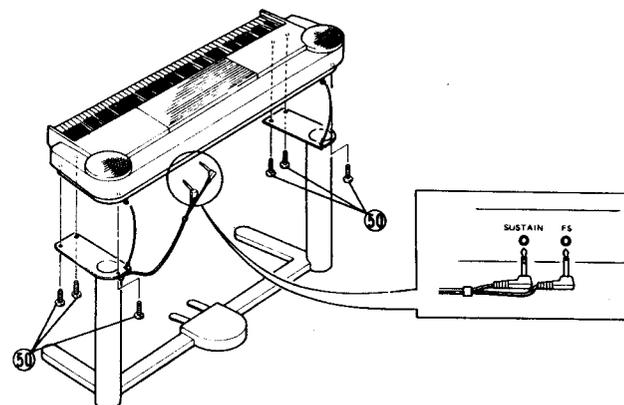

Figure 3/Abb. 3
**3** Placer le support assemblé avec le côté droit en haut de façon à ce que l'ensemble de la base soit sur le fond. Comme le montre la figure 3, faire glisser les vis guidées sur le socle du PF2000 dans les fentes du support. Serrer les vis M6 ⑤①.
Den zusammengebauten Ständer aufrecht stellen, so daß die Grundplattenbaugruppe unten liegt. Wie in Abb. 3 gezeigt, die Führungsschrauben an der Unterseite des PF2000 ganz in die Schlitze des Ständers schieben. Die Schrauben M6 ⑤① festziehen.